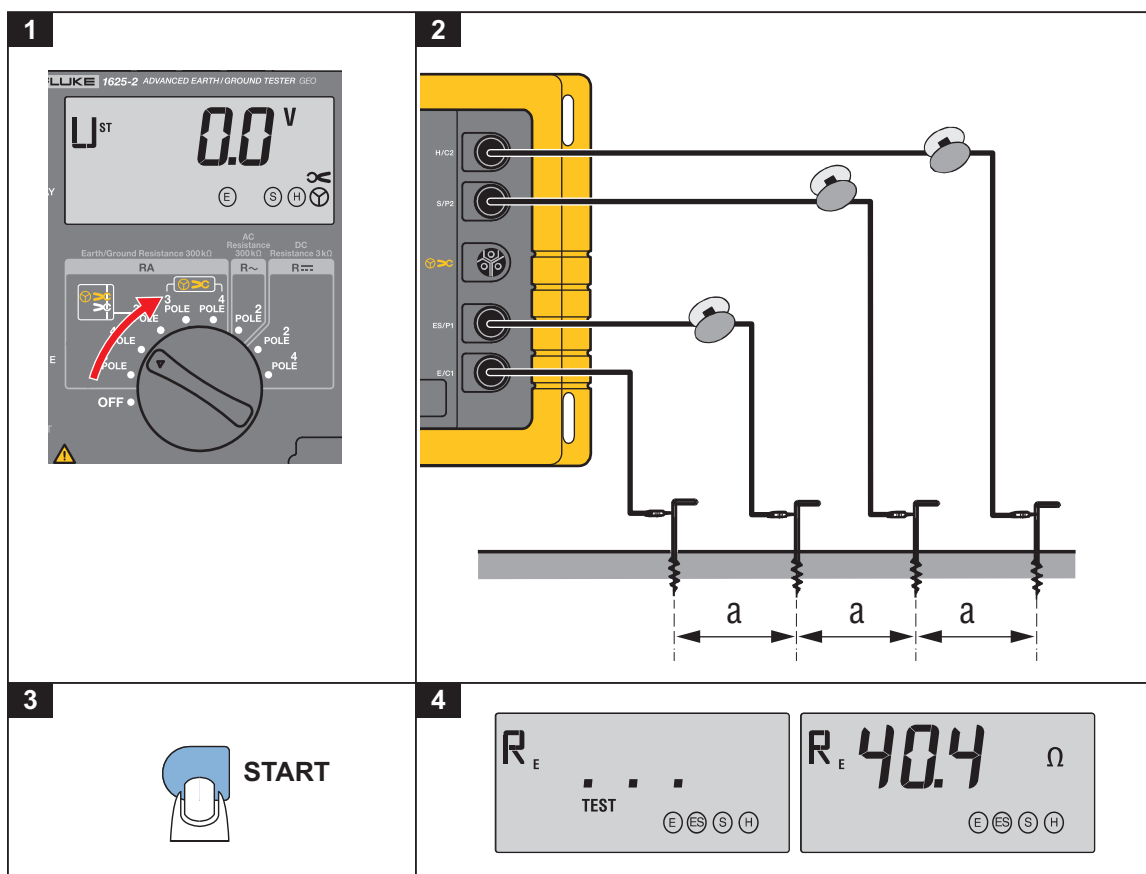

Figura 11. Medição da resistividade do solo
A resistividade do solo é a quantidade geológica e física com base nas quais são calculados e projetados os sistemas de aterramento. O procedimento de medição mostrado na Figura 11 usa o método elaborado por Wenner (F.Wenner, A method of measuring earth resistivity; Bull. National Bureau of Standards, Bulletin 12 (4), Paper 258, S 478-496; 1915/16).